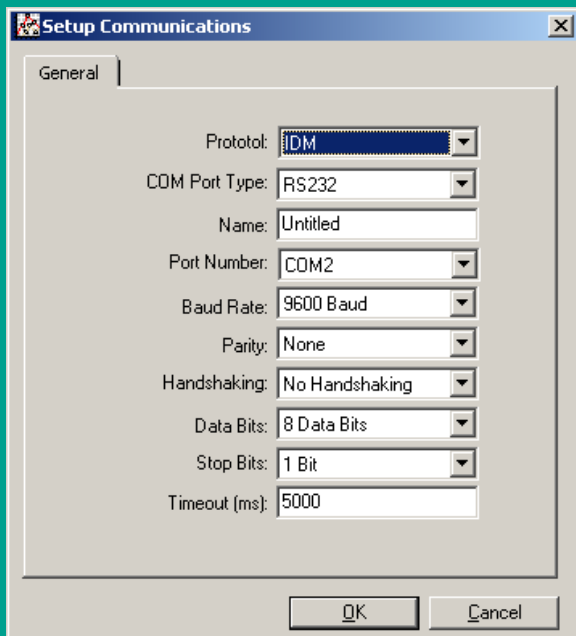

Figura 19: Ecrã de configuração das comunicações
4. Clique na opção "porta de comunicações" para a seleccionar. O ecrã de configuração das comunicações é semelhante ao da figura 19.